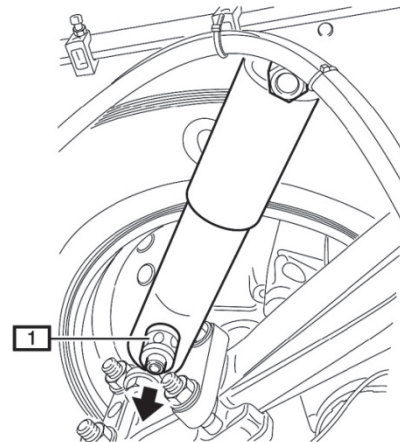

Fig. 9: 1 Anschlusssockel / Connection base / Socle de raccordement / Zócalo de conexión
- Fig. 9 Schraube der oberen Stoßdämpferbefestigung lösen und entfernen.
- Fig. 9 Loosen and remove screw on upper shock absorber attachment.
- Fig. 9 Desserer et enlever la vis de la fixation supérieure de l'amortisseur.
- Fig. 9 Soltar y retirar el tornillo de la sujeción superior del amortiguador.